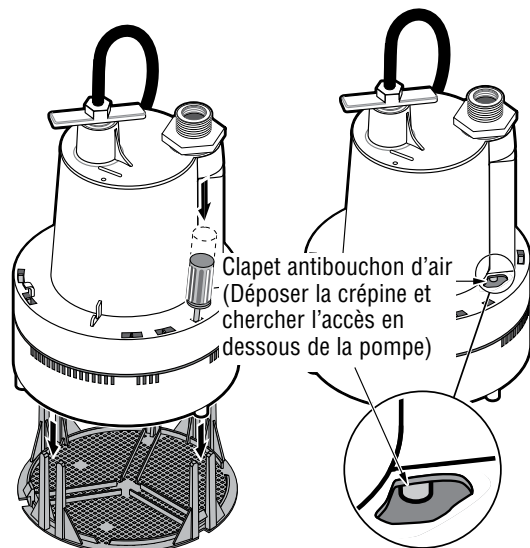

Figure 1 - Pour nettoyer la crépine et le clapet antibouchon d'air.
4. Pour nettoyer la crépine, utiliser un tournevis pour la dégraffer (se reporter à la Figure 1), retirer et rincer la crépine.
Un petit trou est pratiqué dans le corps de cette pompe. Se reporter à Figure 1. C'est ce qu'on appelle un clapet antibouchon d'air. Si on soupçonne qu'il y a un bouchon d'air, introduire une épingle ou du nettoyant de tuyau dans le trou antibouchon d'air pour enlever les débris.